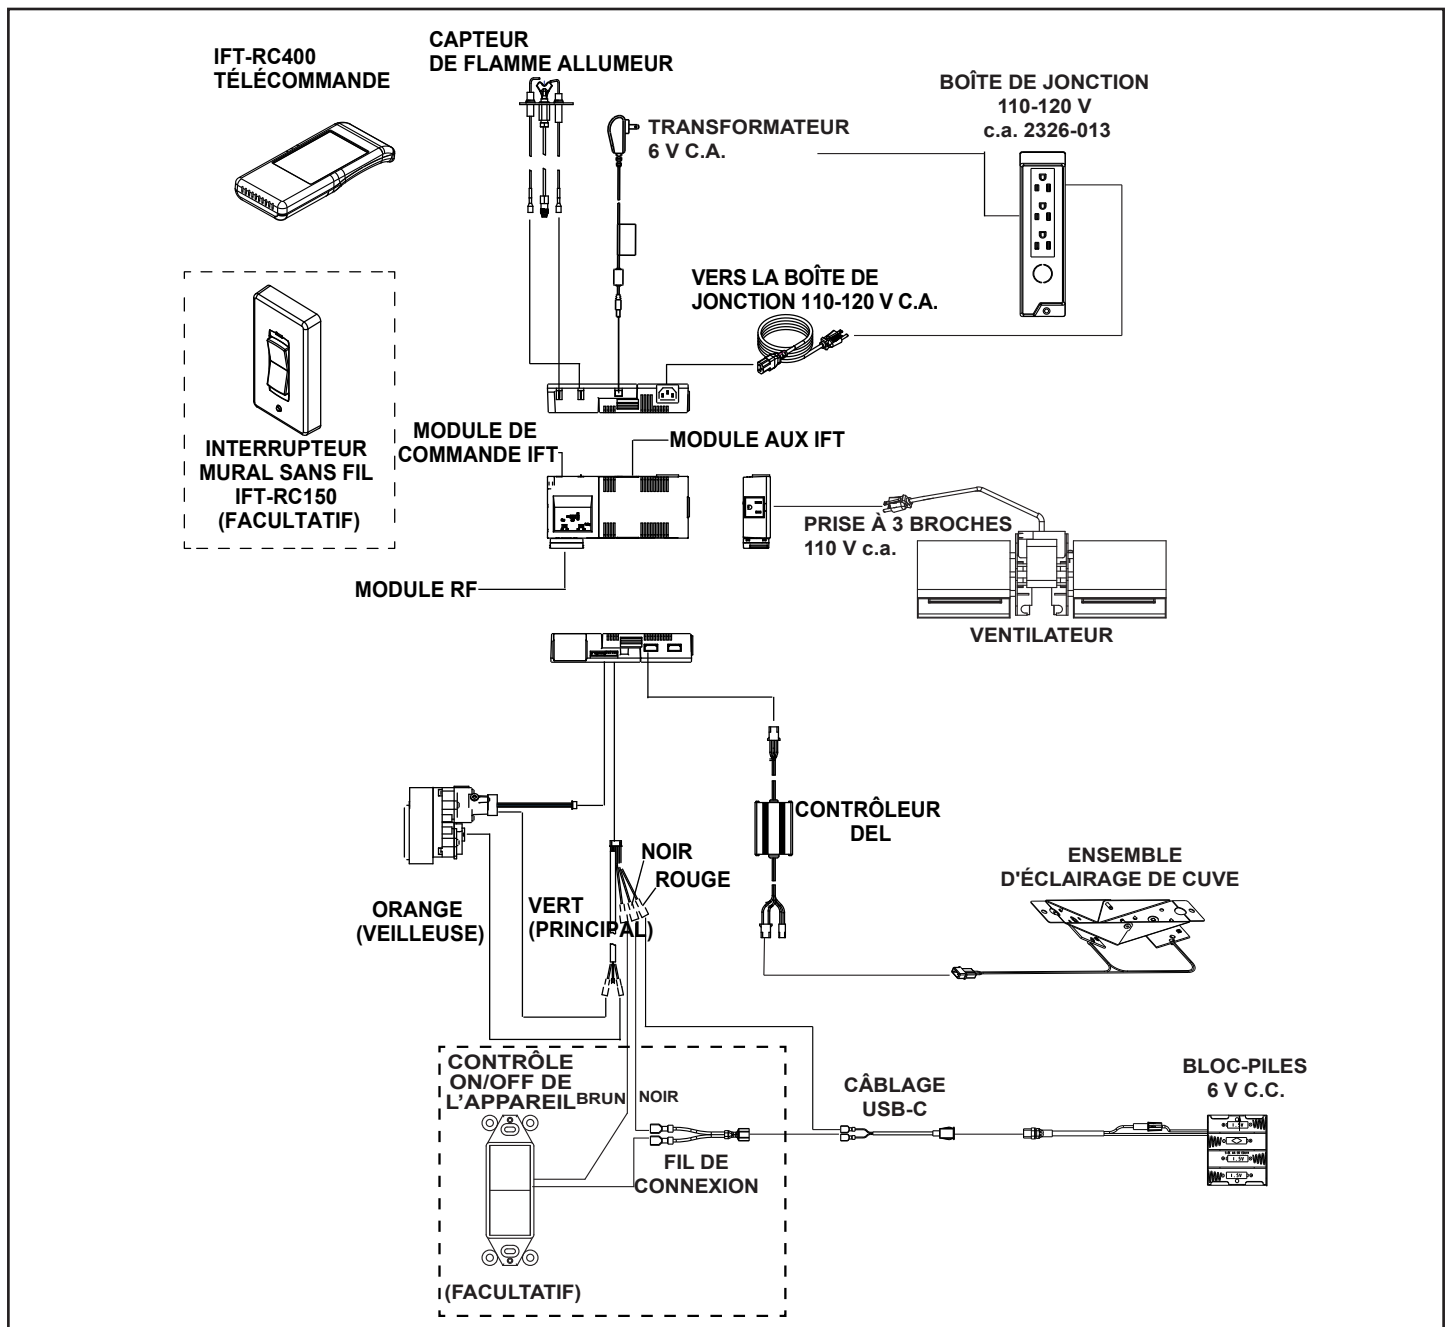

Figure 8.3 Schéma de câblage d'IntelliFire Tactile
- Consultez la figure 8.3, schéma du câblage IntelliFire Tactile.